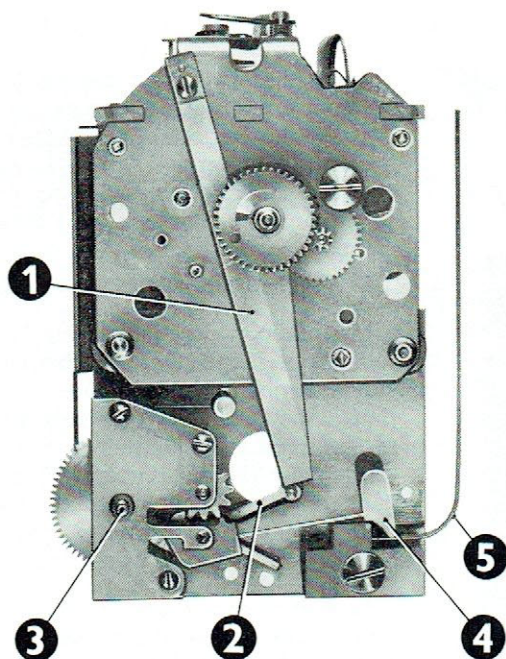

Fig. 37
La figure 37 représente le mouvement de face, plaque porte-mouvement enlevée. La partie mouvement fonctionne comme le calibre AN. Le ressort d'arrêt (1) libère ou verrouille le bras de marteau (2). La mise à l'heure de l'index se fait par le bouton de droite placé à l'avant du cadran.